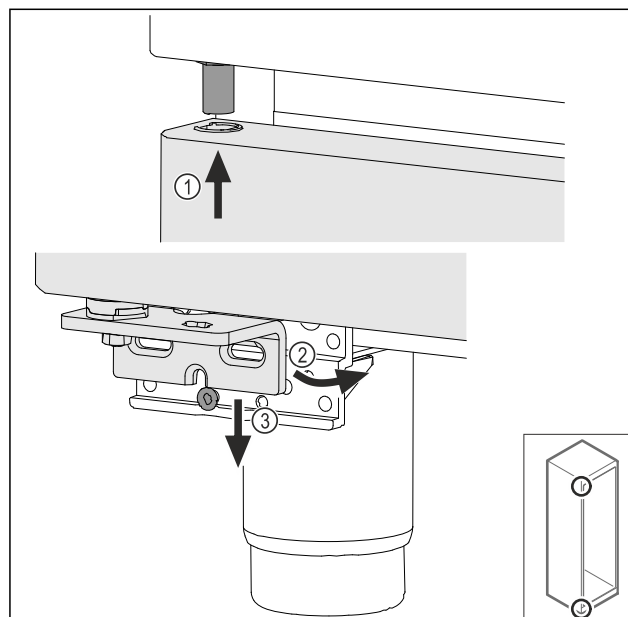

Fig. 74
- Liitä ovi ylhäällä hieman kallistettuna Fig. 74 (1), suuntaa ovi suoraan Fig. 74 (2) ja aseta alhaalla laakerijalustan ruuvien Fig. 74 (3) päälle.